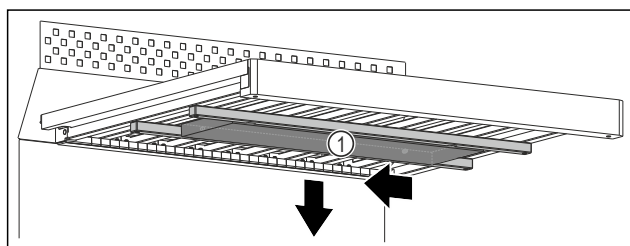

Fig. 111
- Nádržku na vodu Fig. 111 (1) posuňte doleva.
- Nádržku na vodu Fig. 111 (1) sejměte dolů.